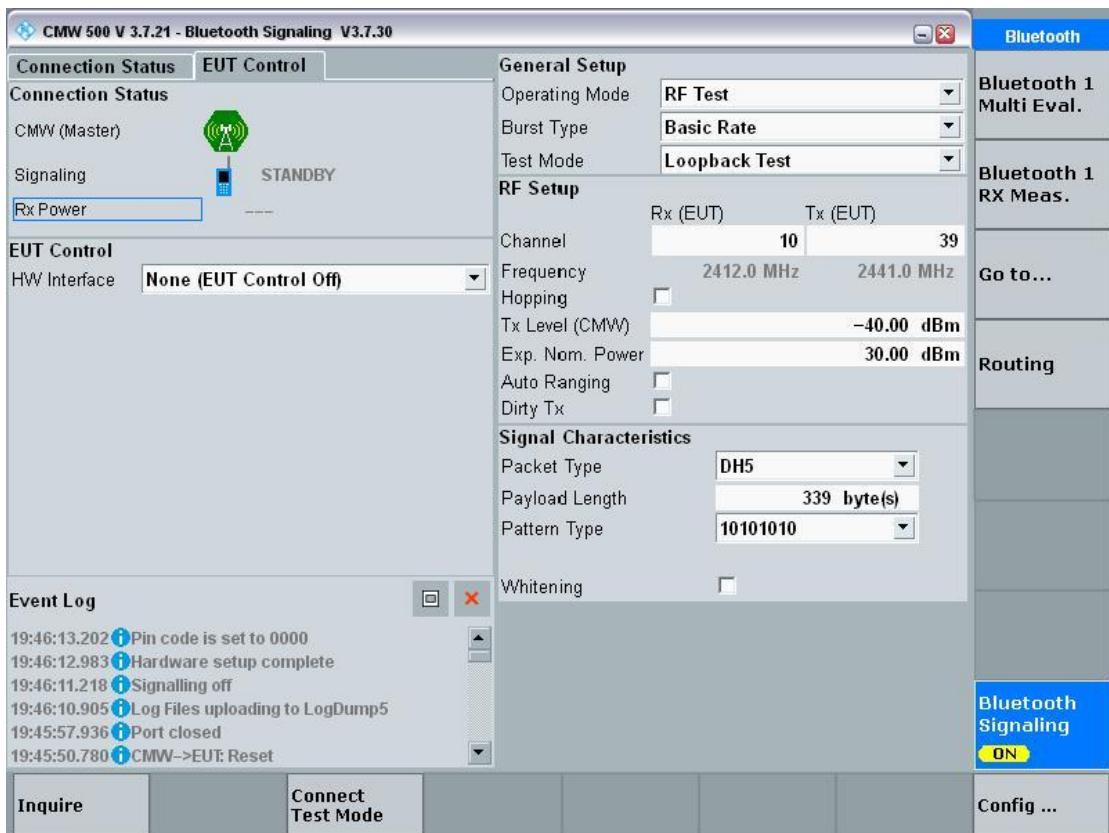

图 3-7
- 1) Bluetooth signaling 界面设置和 BLE 连接有所区别, 如图 3-7, 主要是把 HW Interface 选项修改为 None (EUT Control off);